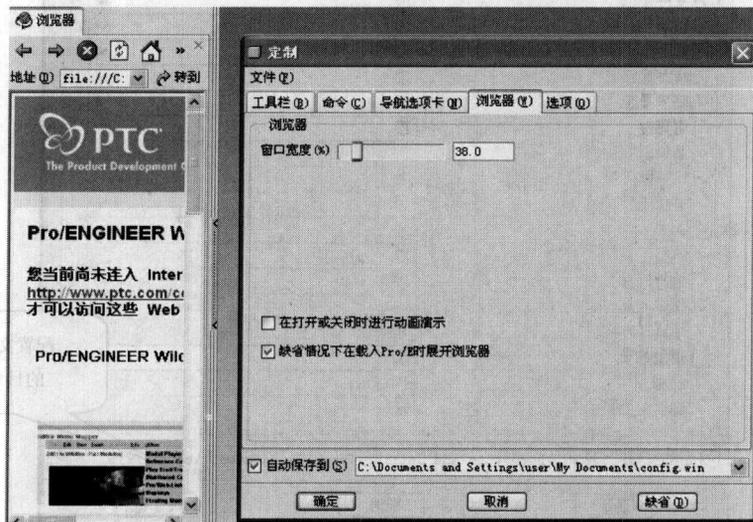

图 1-12 定制对话框
(4) 当选择“浏览器”标签时，会出现如图 1-12 所示的对话框，该对话框里是新版的新增功能，缺省情况是当启动时就会出现浏览器，要想启动不出现可以把勾去掉，还能调整窗口宽度。